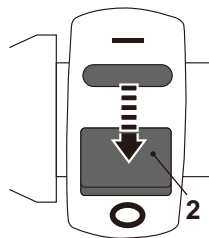

Fig. 37
- > Deixe o produto funcionar ao ralenti durante, aproximadamente, 20 - 30 segundos e, em seguida, defina um interruptor de ignição (2 ou 28) para a posição "O" (Fig. 37).
- > Mova a alavanca de combustível (31) para a esquerda para a posição **OFF** (desligada).
- > Deixe a alavanca do estrangulador (32) na respetiva posição **aberta**.